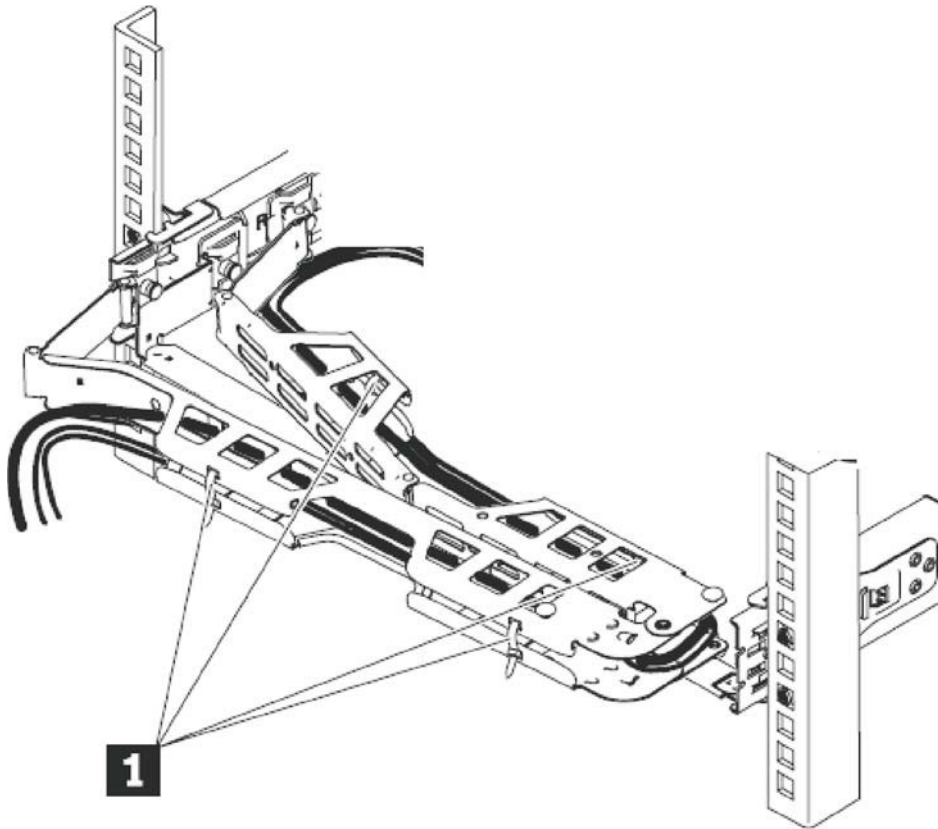

図 11. ケーブル・マネジメント・アームからのケーブルの取り外し
- b. 33 ページの図 11 の **1** に示すように、ケーブルおよび電源コードをケーブル・マネジメント・アームから解放します。